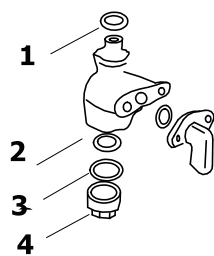

Рис. 9.
2. Снять крышку бака (поз.3 рис.10) и колпачок крана подачи топлива (поз.4 рис.9), стараясь не повредить уплотнения. Слить остатки топливной смеси во вспомогательную емкость.
3. Удалить загрязнения с фильтров (поз.2 рис.9 и поз.1 рис.10) промыванием в легком растворителе (типа №646) и продувкой. Высушить фильтры и установить их на место.
2. Удалить или полностью выработать имеющуюся в баке топливную смесь. Слив производить, сняв колпачок (поз.4 рис.9) крана подачи топлива.